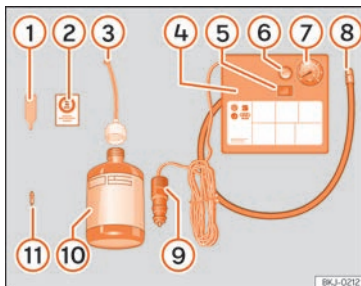

Abb. 29 Prinzipdarstellung: Bestandteile des Pannensets
Das Pannenset befindet sich im Gepäckraum unter dem Bodenbelag. Es besteht aus folgenden Bestandteilen »» **Abb. 29:**
- Ventilkappe und Ventileinsatz vom Reifenventil abschrauben. Verwenden Sie den Ventileinsatzdreher »» **Abb. 29** ① zum Heraus-schrauben des Ventileinsatzes. Legen Sie den Ventileinsatz auf einem sauberen Untergrund ab.
- Reifenfüllflasche kräftig schütteln »» **Abb. 29** ⑩.
- Einfüllschlauch »» **Abb. 29** ③ auf die Reifenfüllflasche schrauben. Die Folie am Verschluss wird automatisch durchstoßen.
- Verschlussstopfen vom Einfüllschlauch »» **Abb. 29** ③ entfernen und das offene Ende ganz auf das Reifenventil stecken.
- Ventileinsatz mit dem Ventileinsatzdreher »» **Abb. 29** ① wieder in das Reifenventil schrauben.
- Reifenfüllschlauch »» **Abb. 29** ⑧ des Luftkompressors fest auf das Reifenventil schrauben.
- Prüfen, ob die Luftablassschraube »» **Abb. 29** ⑥ zuge dreht ist.
- Kabelstecker »» **Abb. 29** ⑨ in eine 12-Volt-Steckdose im Fahrzeug stecken »» Seite 108.
- Luftkompressor mit dem EIN- und AUS-Schalter »» **Abb. 29** ⑤ einschalten.
- Kleben Sie den Aufkleber »» **Abb. 29** ② im Sichtfeld des Fahrers auf das Kombi-Instrument.
Den Reifenfüllschlauch »» **Abb. 29** ⑤ wieder anschließen und den Reifenfülldruck an der Reifenfülldruckanzeige ⑥ ablesen.